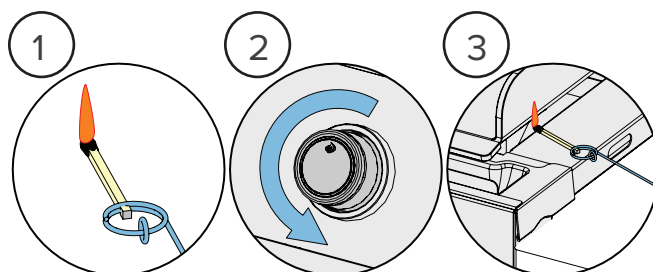

Fig. 2
3. Tout en tournant le bouton du brûleur correspondant à haute intensité. (Fig. 2)